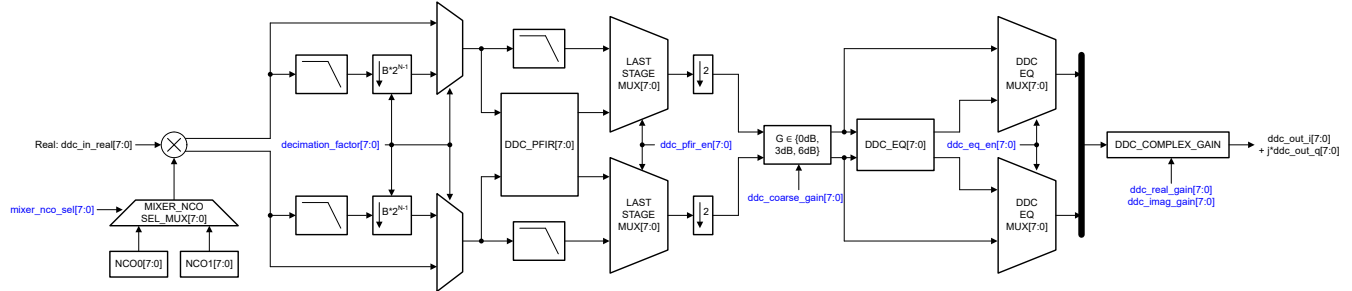

図 7-25. 複素デシメーション信号チェーン (2 のデシメーション係数 (B = 1))
- **実数入力による複素デシメーション:** DDC には実数入力があり、NCO と混合されて複素数出力を生成します。複素数出力は、デシメーション係数 (M) により一階パスフィルタ処理およびダウンサンプリング処理されます。このモードでの DDC ブロックの出力は複素数信号で、図 7-25 は詳細な DDC チェーンを示しています。